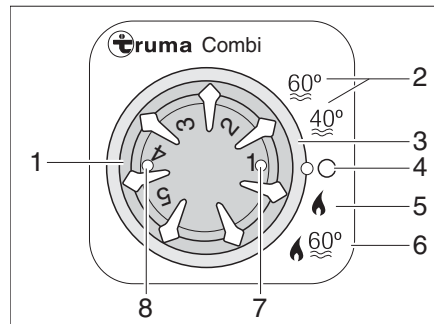

Fig. 245 Unité de commande pour chauffage/chauffe-eau
- Régler le mode de fonctionnement avec l'interrupteur rotatif (Fig. 245,3).
Le chauffage règle le degré d'allumage automatiquement en fonction du niveau de chauffage réglé. En mode de fonctionnement "Chauffage et chauffe-eau" (Fig. 245,6), l'eau du chauffe-eau est également chauffée. Le chauffage peut être exploité avec un chauffe-eau vide dans le mode de fonctionnement "Chauffage sans chauffe-eau" (Fig. 245,5).
- Régler le bouton tournant de température (Fig. 245,1) de l'unité de commande sur le niveau de chauffage désiré.
- Régler l'interrupteur rotatif (Fig. 245,3) sur régime hiver "Chauffage sans chauffe-eau" (Fig. 245,5) ou sur régime hiver "Chauffage et chauffe-eau" (Fig. 245,6).
Le voyant de contrôle vert (Fig. 245,7) s'allume.
- Régler l'interrupteur tournant (Fig. 245,3) sur "O" (Fig. 245,4).